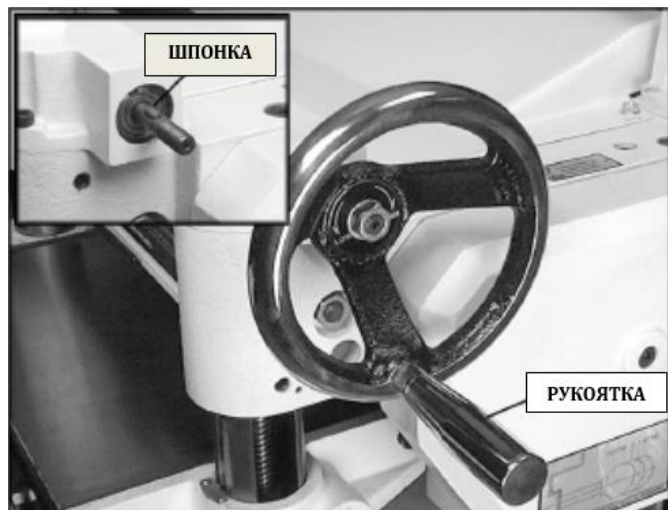

Рис. 5
1. Поставить шпонку в шпоночный паз на валу (рис. 5) и поставить маховичок на вал, проверив его ориентацию, с тем чтобы он установился на шпонку.